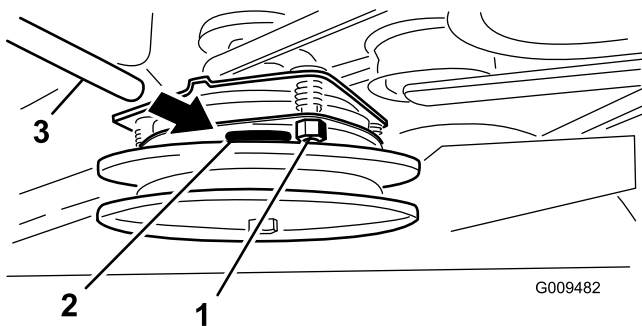

Bild 59
5. Ziehen Sie die Sicherungsmuttern an, bis die Fühlerlehre etwas fest sitzt, jedoch leicht bewegt werden kann (Bild 59).